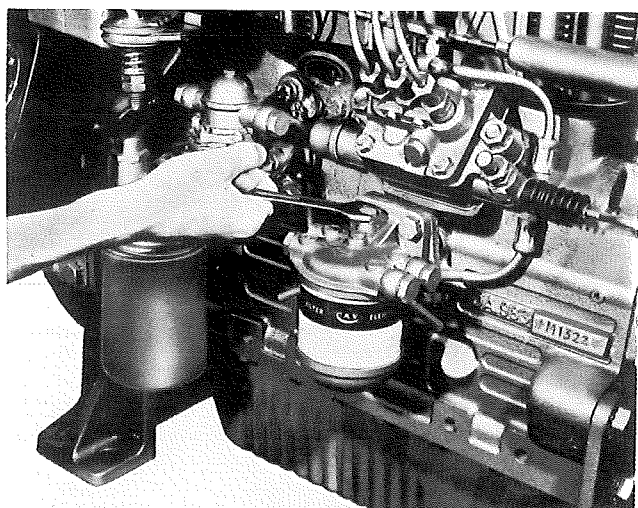

Fig. 47 - Desserrage de la vis de purge de l'air sur le filtre à combustible.
- Desserrer la vis de purge de l'air sur le filtre à combustible (fig. 47).